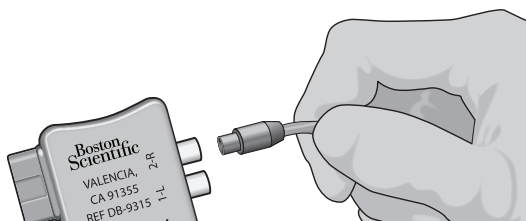

Figure 9 : Connexion du câble de salle d'opération 1x8 au stimulateur d'essai externe 2 et à l'adaptateur de SEE
- Connectez le câble de salle d'opération avec rallonge à la prise de l'adaptateur de SEE portant l'étiquette « 1-L » (Figure 9). Si deux sondes DBS sont utilisées, connectez la sonde DBS gauche à la prise « 1-L » et la sonde DBS droite à la prise « 2-R ».